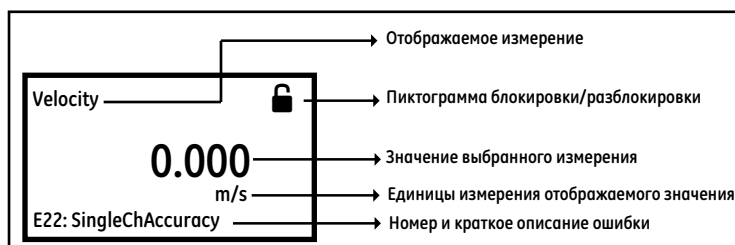

Рис. 15. Просмотр измерений
Если после включения питания в *окне просмотра измерений* прибора (см. *Рис. 15*) в верхней правой части дисплея отображается значок блокировки, выполните следующие действия, чтобы вывести измерительный прибор из режима блокировки кнопочной панели.
- *окно просмотра измерений расходомера* (см. *Рис. 15*).
В данной главе это окно (см. *Рис. 15*) будет называться «*Окно просмотра измерений*». Пользователь может выбрать тип отображаемого измерения из списка доступных вариантов. Поле индикатора ошибки в левом нижнем углу дисплея будет пустым, если прибор не выявил ошибок.